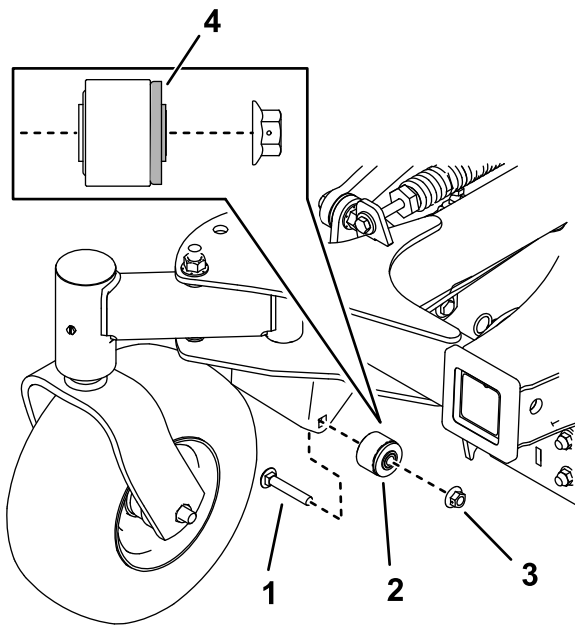

Figure 8
- Vis autotaraudeuse (2)
4. Avec un boulon de carrosserie ($\frac{3}{8}$ x $2\frac{1}{4}$ po) et un écrou ($\frac{3}{8}$ po), installez les bagues sur la machine (Figure 8). Serrez le boulon à un couple de 37 à 45 N·m (27 à 33 pi-lb).
Remarque: La bride en caoutchouc de la bague doit être tournée vers l'intérieur de la machine, comme montré à la Figure 8.